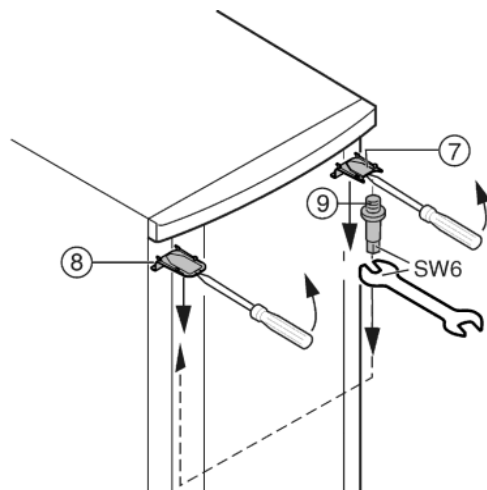

Fig. 6
- ▶ Откачете капака Fig. 6 (7) и капака Fig. 6 (8) с помощта на отвертка го свалете косо надолу.
- ▶ Развийте лагерните болтове *Fig. 6 (9)* и ги завинтете **здраво (с 4 Nm)** от другата страна.
- ▶ Монтиране отново на капака *Fig. 6 (7)* от страната на лагерния болт: бутнете го назад и го контрирайте.
- ▶ Монтирайте капака *Fig. 6 (8)* от другата страна: бутнете го назад и го контрирайте.
- ▶ Закачете вратата горе в лагерните болтове *Fig. 6 (9)*.